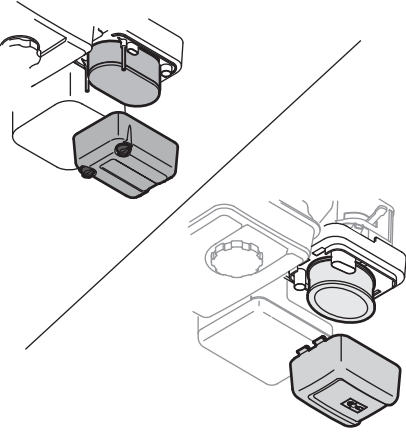

### Figure 6-3
6. Mesurez l'écartement de la bougie avec une jauge d'écartement. Ajustez au besoin en pliant l'électrode de côté. Voir la Fig. 6-3. L'écartement doit mesurer entre 0,030 (0,76 mm).